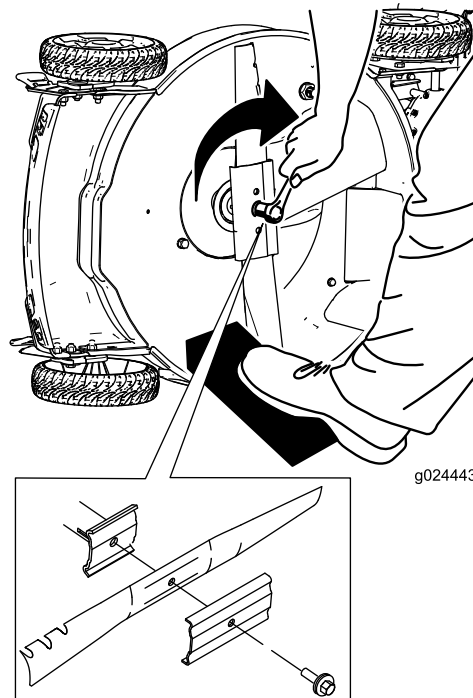

Figura 26
5. Instale la cuchilla nueva girando el perno de la cuchilla en sentido horario (Figura 26).